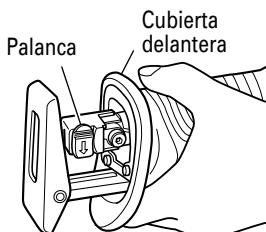

Fig. 5
- (1) Active y desactive el gatillo conmutador varias veces para que la palanca salga completamente de la cubierta delantera. A continuación, apague el interruptor y retire la batería. (Fig. 5)
- (1) Active y desactive el gatillo comutador varias veces para que la palanca salga completamente de la cubierta delantera. A continuación, apague el interruptor y retire la batería. (Fig. 5)
- No desmonte la cubierta delantera (consulte la Fig. 5).